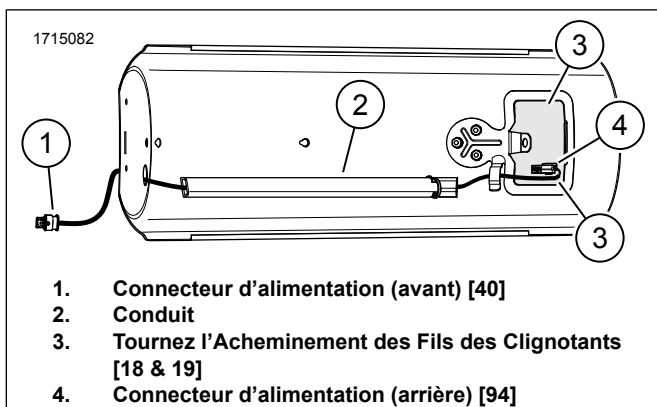

Figure 7. Acheminement du Harnais Sous le Garde-Boue
10. Voir la Figure 7. Acheminer les fils des clignotants à travers le conduit (2).